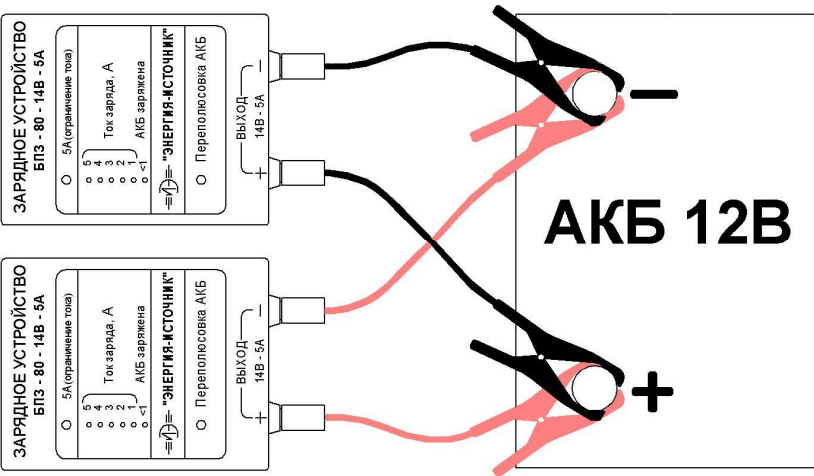

Рис.1.
2.4. Разрешается параллельное подключение двух и более БПЗ для увеличения зарядного тока 10 А, 15 А ... (Рис.1).